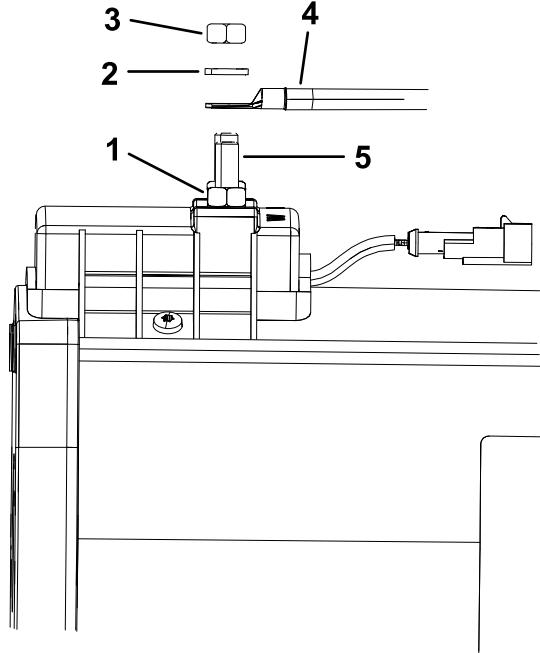

图1
- 重要事项** 将接线从马达端子U、V和W拔掉时在松开上螺母的同时用扳手固定下螺母图1。如果卸除上螺母时接线柱可以转动内部马达可能会损坏。
- 在固定下螺母以防止其松脱的同时从牵引马达接线柱U、V和W上卸除上螺母、锁紧垫圈和电缆接头图1。
- 重要事项 当将电缆连接到马达端子U、V 和 W时用扳手固定下螺母同时紧固上螺母图1。如果安装上螺母时接线柱可以转动内部马达可能会损坏。